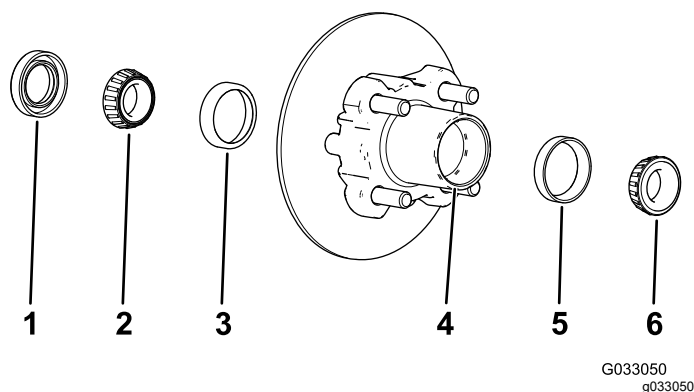

Figura 30
1. Retire o rolamento exterior e a correia do rolamento do cubo (Figura 30).
2. Retire o rolamento interior do cubo (Figura 30).
5. Limpe a cavidade do cubo de lubrificante, sujidade e detritos (Figura 30).
7. Encha a cavidade do cubo 50 a 80% com o lubrificante especificado (Figura 30).
8. Monte o rolamento interior na correia no lado interior do cubo e coloque o vedante (Figura 30).